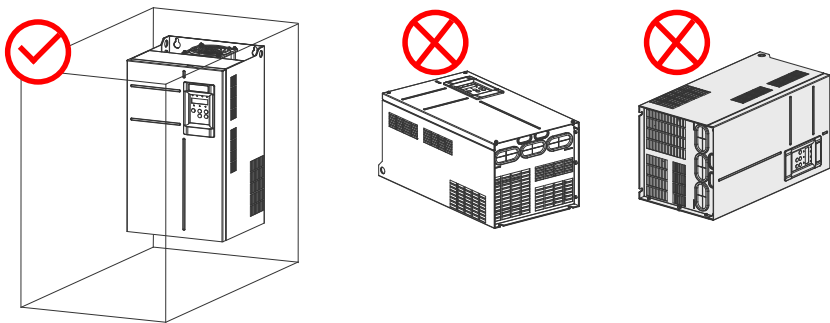

图 2-7 安装方向示意图
- 请向上垂直安装驱动器，便于热量向上散发。若柜内有多台驱动器时，请并排安装。在需上下安装の場合，请参考图 2-7，安装隔热导流板。